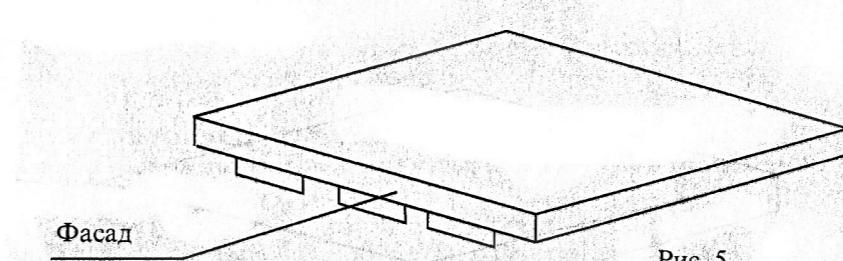

Рис. 5
**Крышка.** В фасадной части имеются вырезы для соединения с перегородками. (Рис. 5)